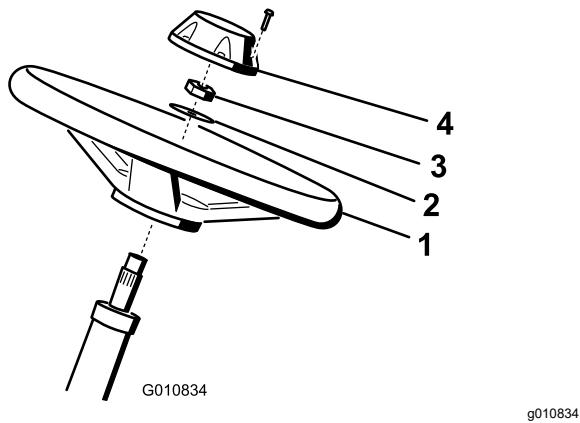

図 5
1. ハンドルをステアリングシャフトにはめ込む 図 5。
2. ワッシャをステアリングシャフトにはめ込む 図 5。
$2.8-3.6 \text{ kg/m} = 20-26 \text{ ft-lb}$ にトルク締めする 図 5。
4. キャップを取り付け、ボルト6本で固定する 図 5。